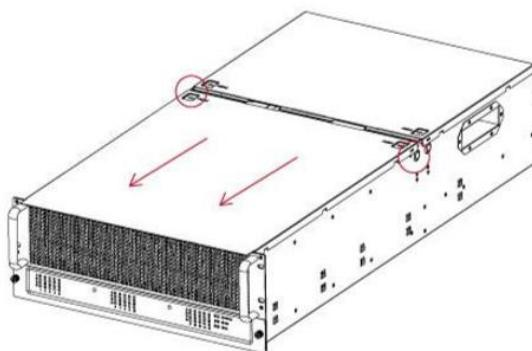

Рисунок 149 - Снять переднюю верхнюю крышку
- 3) Выдвинуть верхнюю крышку вперед, пока она не освободиться от защелки, затем извлечь ее из корпуса дискового массива (см. Рисунок 149).